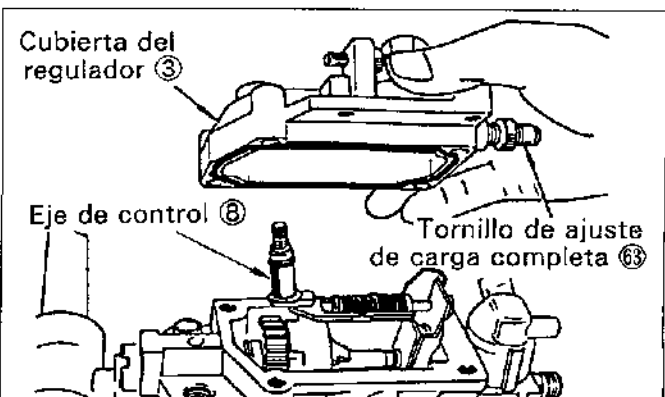

Figura.12-4 Extracción de la cubierta del regulador (Regulador M-M)
- 2) Retroceda el tornillo de ajuste de carga completa ⑬ y extraiga los tornillos de la cubierta. Eleve la cubierta ③ de la bomba mientras presiona el eje de control ⑧ para sacarlo de la cubierta ③. (Vea la figura.12-4)